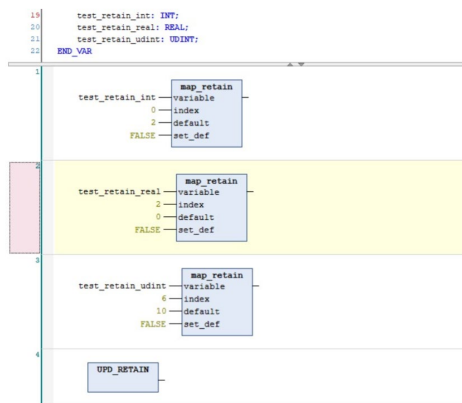

Рис. 23 Пример использования библиотеки K15\_LX1\_retain.
1. Для использования библиотеки MAP\_RETAIN Пользователю необходимо функцию MAP\_RETAIN разместить в любом программном модуле. Для использования библиотеки UPDATE\_RETAIN необходимо функцию UPDATE\_RETAIN разместить в любом циклически исполняемом программном модуле, желательно с наименьшим периодом цикла (Рис.23). Исходить Пользователю необходимо из следующего: